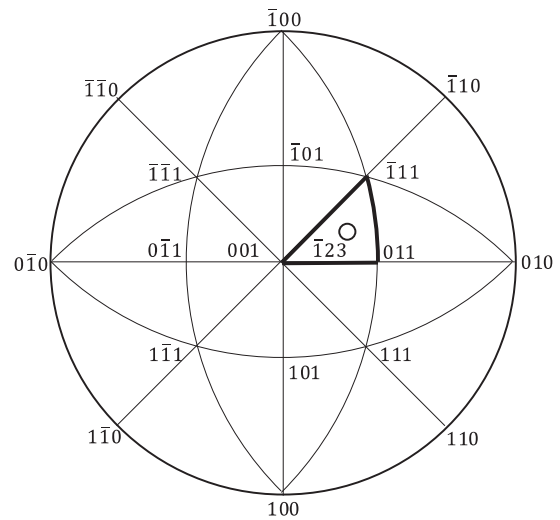

図2
(2) 試験片が面心立方晶の単結晶であるとし、引張軸の方向を $[\bar{1}23]$ とする。面心立方晶のすべり系が $\{111\}\langle 110 \rangle$ であるとして、主すべり面と主すべり方向の指数、ならびに主すべり系に作用する分解せん断応力を求めよ。図2に示すステレオ投影図を参考にしてもよい。
(3) (2)で求めた主すべり系に対する交差すべり系の指数を示し、そのすべり系に作用する分解せん断応力を求めよ。